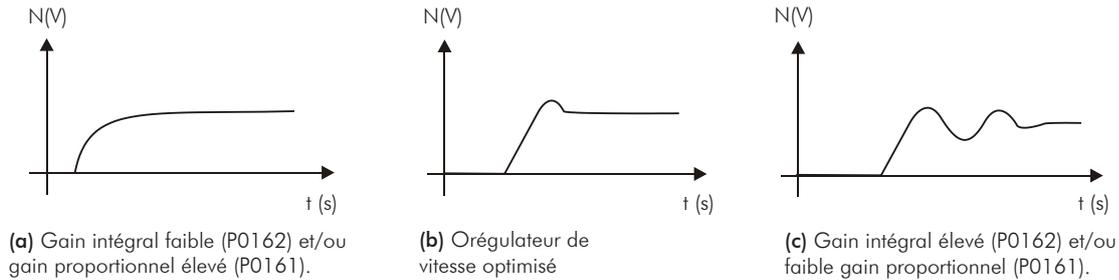

Figure 11.4: Types de réponses des régulateurs de vitesse
6. Vérifier, parmi les options de la Figure 11.4 à la page 11-18, quelle est la forme d'onde qui représente le mieux le signal observé.
7. Ajuster P0161 et P0162 en fonction du type de réponse présenté dans la Figure 11.4 à la page 11-18.